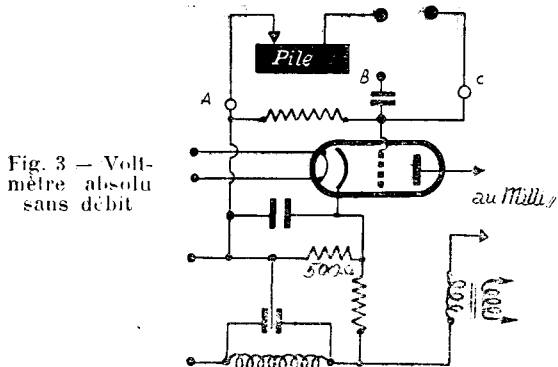

Fig. 3 — Volt-
c) La grille au lieu d'être attaquée par un découplage, est attaquée directement. Dans ces conditions si l'on applique à la grille un voltage oscillant de 30 volts de crête, par exemple, le courant-plaque montera et pour le ramener à zéro il faudra polariser supplémentairement la grille de 30 volts, de cette façon, même lors des crêtes positives, le courant-plaque ne décollera pas. Dès lors on comprend la manœuvre : la tension inconnue à mesurer (continue, B.F. ou H.F.) est montée en série avec une pile à trous et le tout est mis entre grille et masse, on règle la pile trou par trou jusqu'à ramener le milli à sa valeur primitive (presque zéro). La valeur de la pile donne alors la valeur de la tension mesurée. Si la pile est un peu usée, il sera sage de voler après l'expérience afin de savoir exactement la tension correspondant au trou choisi. Le schéma est celui figure 3.